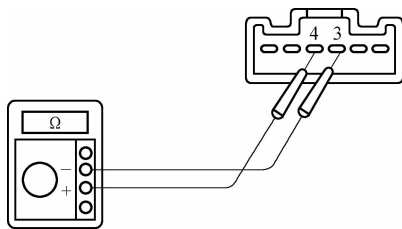

图 3-115 电阻表测量
2) 用电阻表测量 3、4 端子的导通性, 如图 3-115 所示。